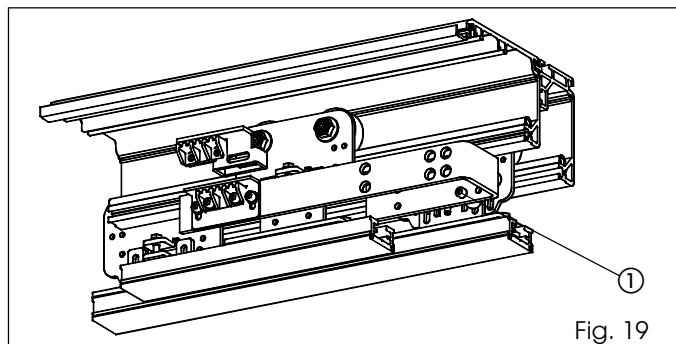

Fig. 19
•Svitare le tre viti come indicato in fig. 19 rif. ① e procedere alla regolazione dell' anta.